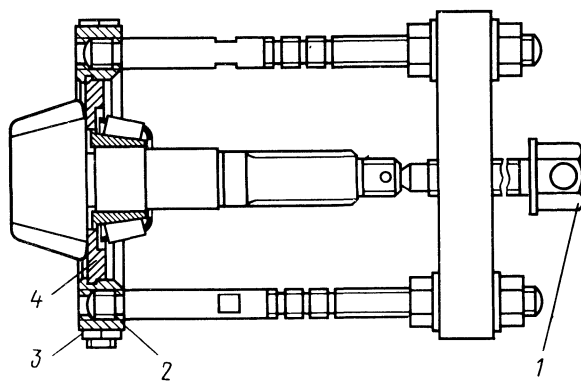
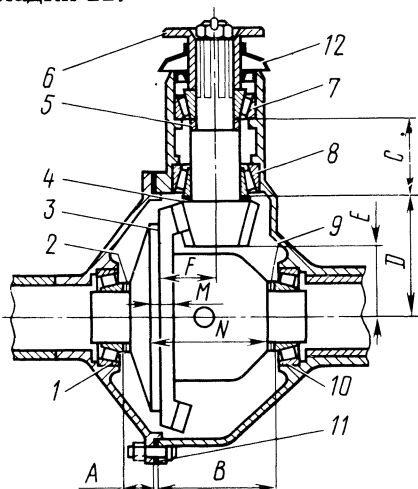
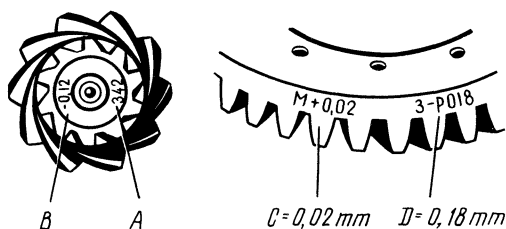

Рис. 122. Снятие подшипника с ведущей шестерни главной передачи:
Рис. 128. Схема регулировки главной передачи:
Рис. 129. Маркировка шестерен главной передачи:
5. Отвернуть гайку крепления фланца ведущей шестерни, снять фланец, вынуть ведущую шестерню внутрь картера. Большой подшипник ведущей шестерни снимают съемником 7823-6087, собранным вместе с вкладышем 7823-6100, как показано на рис. 122. Для того, чтобы заплечики вкладыша 4 плотно входили между обоймой подшипника и шестерней, следует опоры 2 сжать болтами с гайками 3. Выпрессовать подшипник вращением винта 1.
Предварительный натяг подшипников дифференциала регулируют изменением общей толщины пакетов прокладок 2 и 9 (рис. 128); оба пакета имеют одинаковую толщину. Увеличение общей толщины обоих пакетов увеличивает преднатяг подшипников 1 и 10. Преднатяг должен быть равен 0,18—0,26 мм. После регулировки подшипников ведомая шестерня должна легко вращаться от руки без осевого люфта или боковой качки. Люфт можно проверить через отверстие пробок картера или горловину ведущей шестерни (лучше индикатором).
1. Набрать предварительно по пакету прокладок 2 и 9 (каждый толщиной 1,3 мм). Прочсть на ободке ведомой шестерни (рис. 129) отклонение от монтажного расстояния F (см. рис. 128). Если отклонение имеет знак минус, то следует переложить из пакета 9 в пакет 2 прокладки, толщина которых равна величине отклонения, а если знак плюс, то переложить их из пакета 2 в пакет 9.
A — порядковый номер пары шестерен; B — отклонение высоты головки ведущей шестерни; C — отклонение размера F (см. рис. 128); D — боковой зазор в паре
Если требуется заменить коробку дифференциала, сохранив подшипники, то перед съемом колец подшипников следует запомнить расположение колес и пакетов прокладок, чтобы поставить их на прежние места и на новой коробке. Сравнить размеры M и N (см. рис. 128) на обеих коробках и учесть их разницу при наборе пакетов регулировочных прокладок.
Со старой ведущей шестерни следует спрессовать внутреннее кольцо большого подшипника, применяя специальный съемник (см. рис. 122). Если подшипники ведущей шестерни пригодны для эксплуатации, то собирают новую шестерню со старыми подшипниками и регулировочными кольцами, а затем проверяют преднатяг подшипников 7 и 8 (см. рис. 128).
Если пятно не соответствует указанному, то следует изменить положение ведущей или ведомой шестерен подбором кольца 4 (см. рис. 128) или перекладыванием прокладок 2 и 9. После этого снова проверить преднатяг подшипников ведущей шестерни, боковой зазор и пятно контакта. Если заменяется только картер моста (с правым кожухом в сборе), можно не регулировать преднатяг подшипников дифференциала. Если необходимо заменить подшипники, то следует заменить и пакеты прокладок под ними, как при замене левого кожуха полуоси. При замене картера обязательно регулировать положение ведущей шестерни и преднатяг ее подшипников.
Справочные данные (номинальные, без учета отклонений) размеров в мм, обозначенных на рис. 128: А = 29; В = 108; С = 76; D = 111; Е = 65; F = 58,19; М = 26; N = 135; толщина сжатых прокладок между картером и его крышкой равна 0,16 мм.